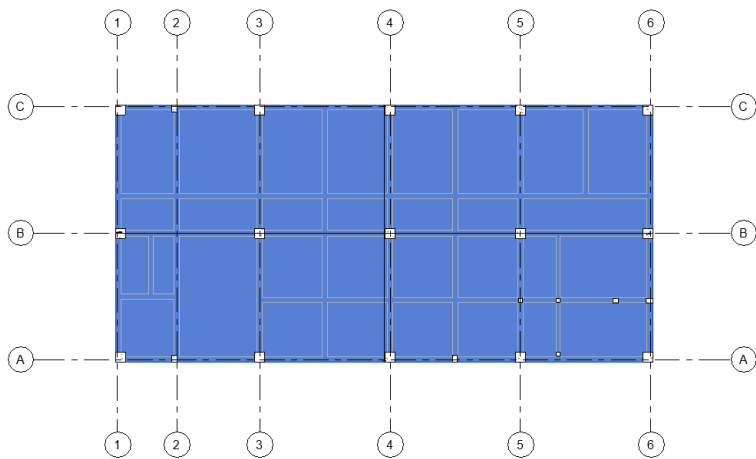

图 15-63 绘制首层结构楼板
(7) 单击“模式”面板中的“完成编辑模式”按钮, 完成首层结构楼板的创建, 如图 15-63 所示。